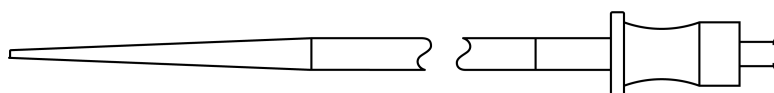

Figura 3: Dilatatore
Il sistema di rilascio polmonare Edwards SAPIEN 3 (Figura 2) facilita il posizionamento della bioprotesi. È costituito da una guaina in linea, un catetere a palloncino per il posizionamento della valvola cardiaca transcateretere Edwards SAPIEN 3 e uno stelo esterno e una capsula della valvola per coprire la valvola cardiaca transcateretere durante l'inserimento e il monitoraggio nella posizione prevista. Il sistema di rilascio comprende una punta conica che facilita il passaggio attraverso le strutture cardiache destre. La capsula della valvola e la punta conica dispongono di un rivestimento idrofilo. Lo stelo del palloncino è dotato di un marcatore visivo che ne facilita il recupero. Nel lume del filo guida del sistema di rilascio è presente uno stiletto. Il dilatatore con rivestimento idrofilo da 28 Fr (confezionato con il sistema di rilascio) viene utilizzato per predilatare il vaso prima dell'inserimento del sistema di rilascio, se necessario (Figura 3).
• **Dilatatore (Figura 3)**